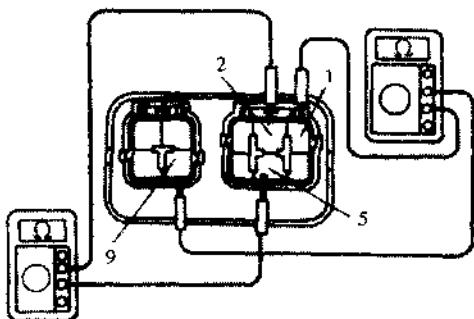
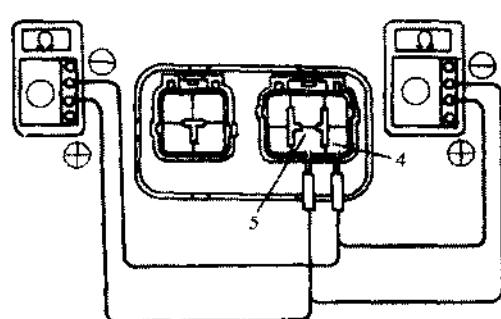

图 7.61 检测插头端子1和9、2和5之间的导通情况
图 7.62 检测端子5和4之间的导通情况
- ③ 检测电磁阀继电器电路的导通情况。如图7.61和图7.62所示，如导通情况不符合以下四点要求，应更换控制继电器。
- 检测插头端子1和9之间的导通情况，应导通，如图7.61所示。
- 检测插头端子2和5之间的导通情况，应不导通，如图7.61所示。
- 将欧姆表正极接端子5，负极接端子4，检测端子之间的导通情况应导通，如图7.62所示。